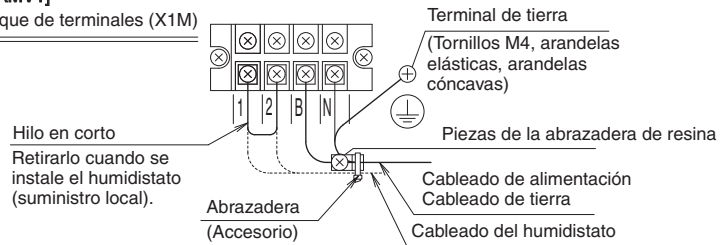

Fig. 17-1
- Haga llegar los cables de alimentación y de tierra al interior de la caja de componentes eléctricos pasándolos por el orificio de la caja y, una vez efectuadas las conexiones, fije los cables con el material de sujeción incluido. (Consulte las Fig. 17-1, 17-2)
- Fíjelo con material de sujeción conjuntamente con el cable de alimentación. **(Consulte la Fig. 17-1)**